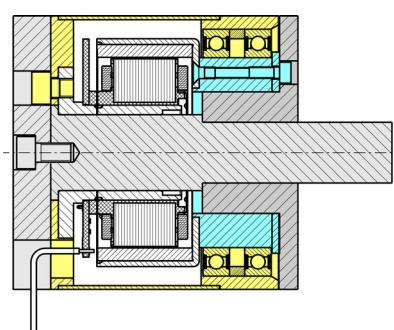

図 18 ステータ／ロータ最終位置
- ロータが完全にステータ内に収まるまで続けてください (→ 図 18)